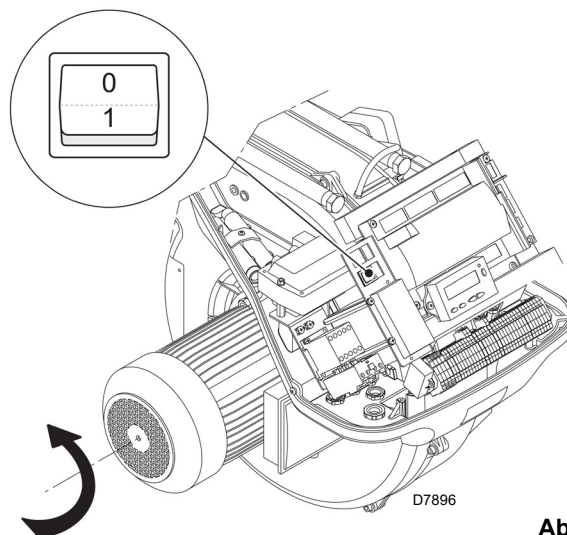

Abb. 28
Schließen Sie die Thermostate/Druckwächter und bringen Sie den Schalter in Abb. 28 in Position "1".
Stellen Sie sich, sobald der Brenner startet, vor dem Kühlgebläse des Gebläsemotors auf und prüfen Sie, ob sich dieses entgegen dem Uhrzeigersinn dreht. Siehe Abb. 28.
- Stellen Sie den Schalter von Abb. 28 in Position "0" und warten Sie ab, dass das Steuergerät die Abschaltphase ausführt;
Der Brenner befindet sich im Wartestatus bei Wärmeanfrage oder der Wahlschalter "0-1" (Abb. 28 auf Seite 34) steht auf Position "0".
Mit dem Wahlschalter **"0-1"** von Abb. 28 auf Seite 34 schaltet der Brenner nicht sofort aus, sondern es wird die Abschaltphase ausgeführt.